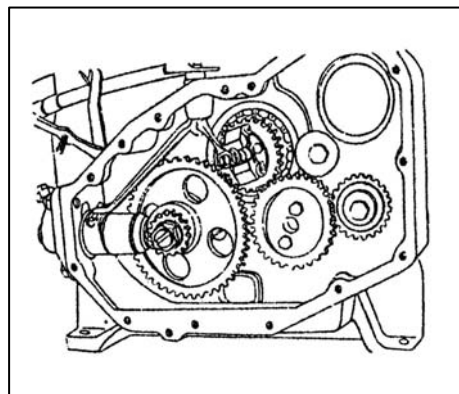

Рис. 6
2. При установке коленчатого вала, маховикового уравнивающего механизма и распределительного вала на блок цилиндра, абсолютно необходимо, чтобы метки на всех шестернях были совмещены друг с другом, как показано на Рис. 6.